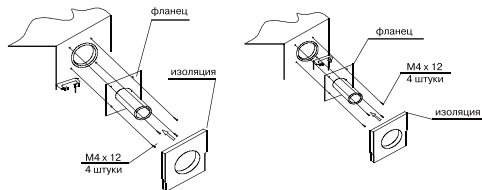

Рис. 30
8. Закрепите фланец и заизолируйте его (Рис. 30).